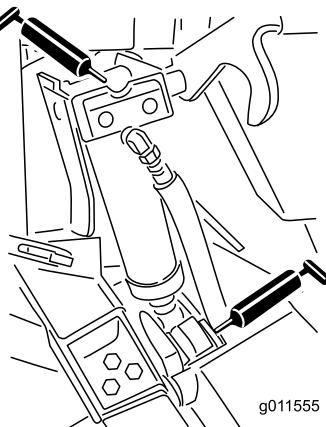

Figura 48
- Casquillos de los cilindros de elevación (4) (Figura 48).